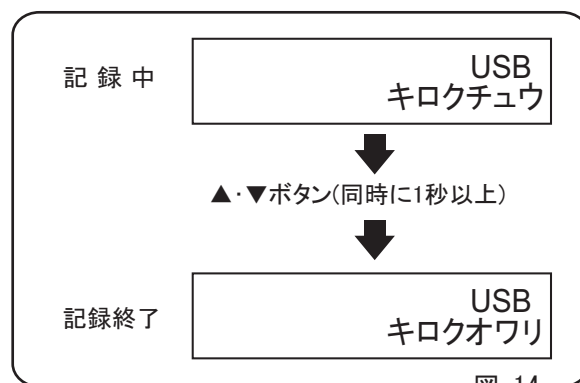

図 14
- 4 測定が完了したら、機能操作キーの▲と▼ボタンを同時に1秒以上押してください。「USB キロクオワリ」と表示されれば、記録は終了します。(図14)